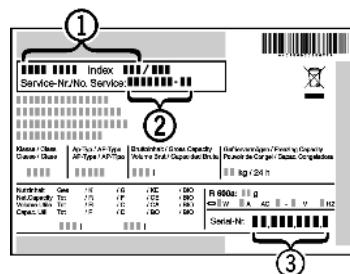

Fig. 53
- Считать обозначение устройства Fig. 53 (1), сервисный номер Fig. 53 (2) и серийный номер Fig. 53 (3) с заводской таблички. Заводская табличка находится внутри устройства слева.